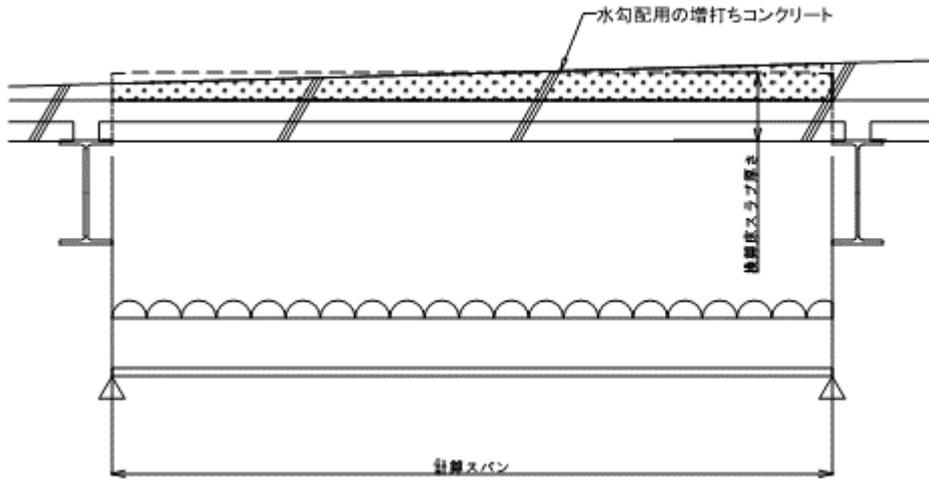
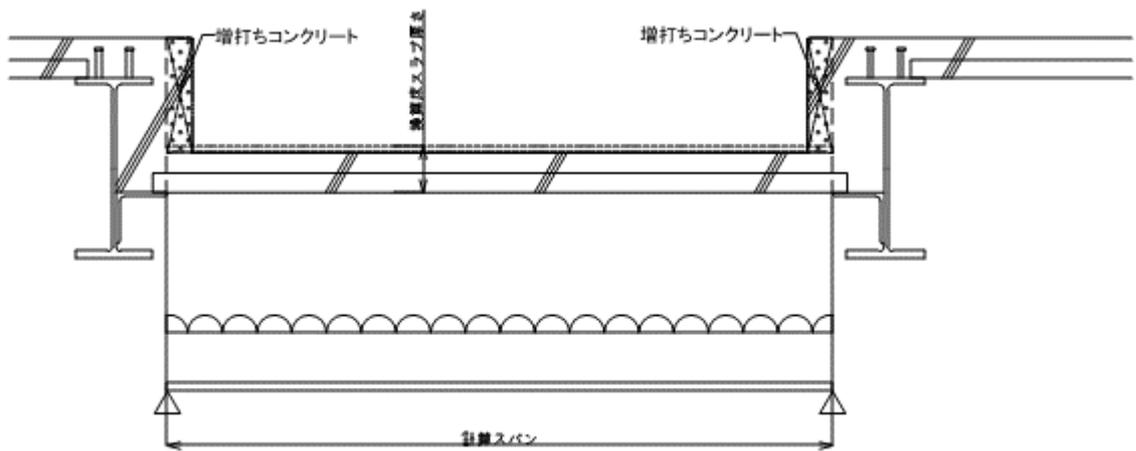
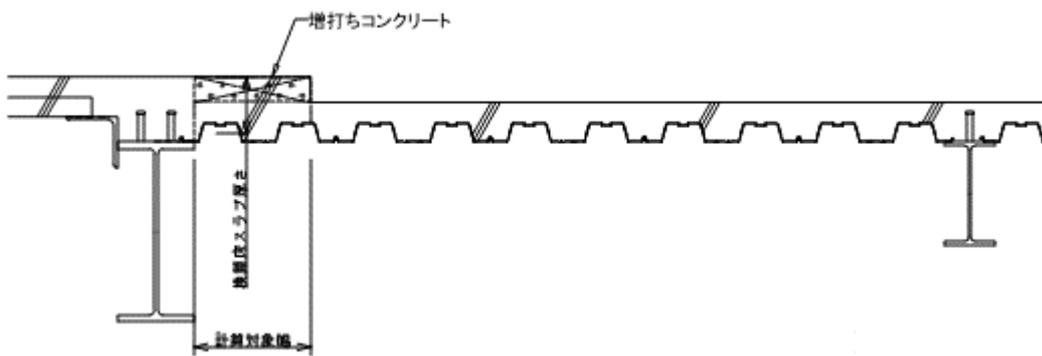

図2 水勾配用の増打ちコンクリート
図3 ピット段差部の増打ちコンクリート
図4 ピット段差部の増打ちコンクリート
2) 増打ちコンクリートは、a) 単純に増打ちする仕様の場合、b) 水勾配を採るときに台形状断面床スラブになる場合 (図 2)、あるいは c) ピットを設ける仕様 (図 3) や OA 床を設ける仕様 (図 4) などの段差床となる場合などがあります。これら増打ちコンクリートを設計床スラブ厚さのコンクリートと同時に打設施工する場合の留意点は、上項の (1) ~ (3) となります。